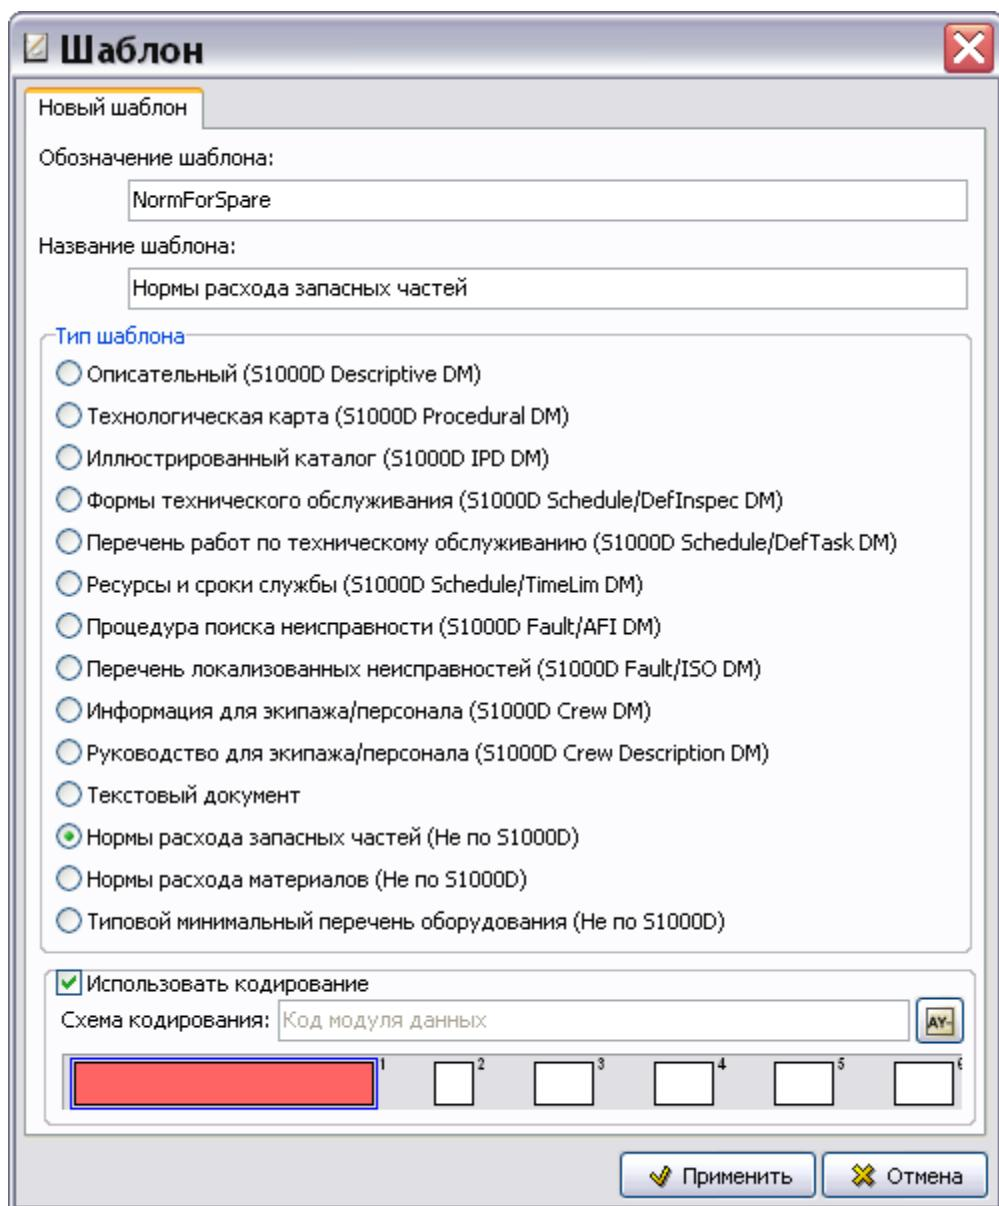

Рис. 3.63
2. В диалоговом окне **Шаблон** введите обозначение шаблона – «NormForSpare» и название – «Нормы расхода запасных частей» (Рис. 3.63).